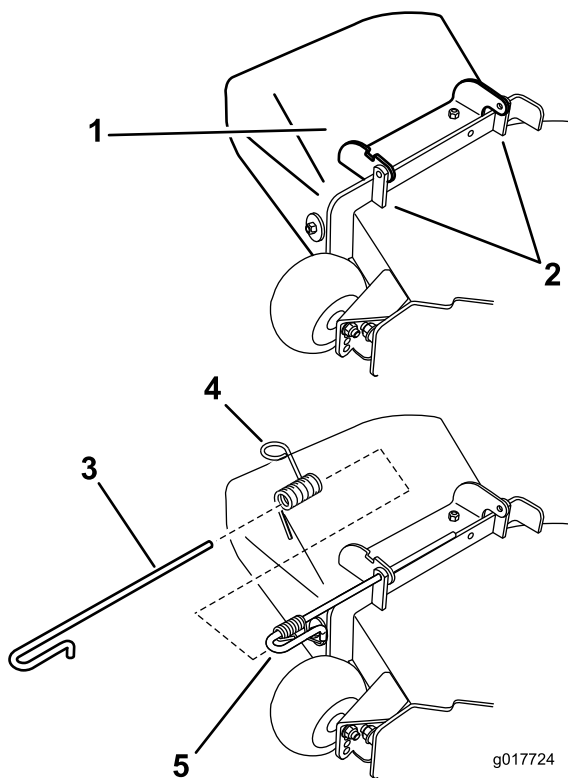

Bild 76
1. Entfernen Sie die Feder von der Kerbe in der Ablenkblechalterung und schieben Sie die Stange aus den geschweißten Mähwerkalterungen, der Feder und dem Auswurfablenkblech (Bild 76). Entfernen Sie defekte oder abgenutzte Auswurfkanäle.
2. Positionieren Sie das neue Auswurfablenkblech mit den Halterungsenden zwischen den geschweißten Halterungen am Mähwerk, wie in Bild 76 dargestellt.